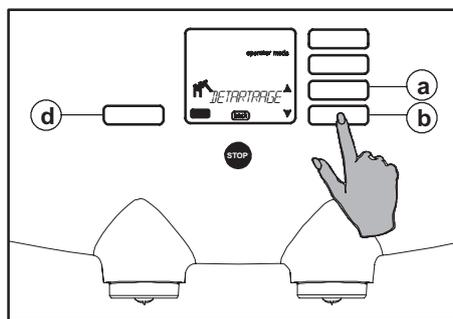

Fig. 77 Défilement du menu de sélection
4. Utilisez les boutons de défilement \updownarrow jusqu'à ce que l'option "DETARTRAGE" apparaisse à l'écran (fig. 77 a ou b).